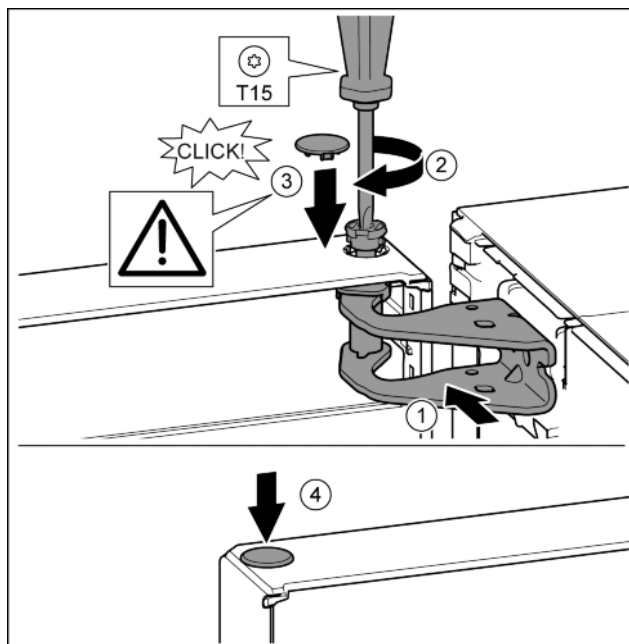

Fig. 22
- Дверь вверх выровнять по отверстию в опорном кронштейне. Fig. 22 (1)
- Вставить палец и затянуть отверткой T15. Fig. 22 (2)
- Установить предохранительную крышку для защиты двери: вставить предохранительную крышку и проверить, прилегает ли она к двери. В ином случае вставить палец полностью. Fig. 22 (3)
- Вставить заглушку. Fig. 22 (4)